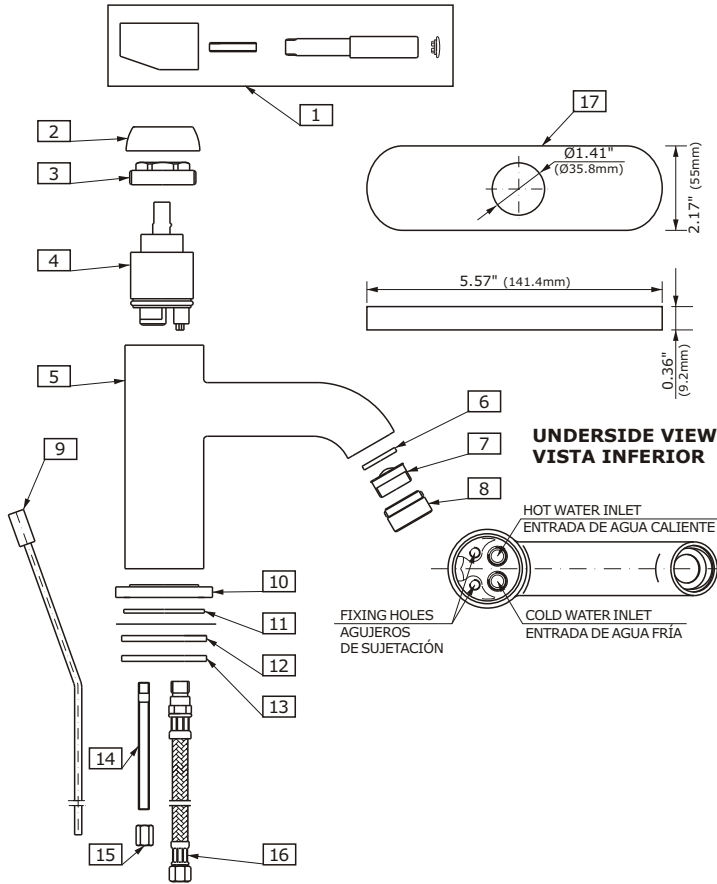

FIG. 1
See fig. 1
- ➔ Screw the flexible supply hoses (16) into proper holes (see fig.1). Screw the stud bolts (14) into small holes.
- ➔ Position base seal (11) in underside cavity of spout base (10). Be sure seal is fully seated in groove.
- ➔ Place spout base (10) and center over side hole of mounting surface1).
- ➔ Insert the lift rod (9) into the groove of the body of faucet (5).
- ➔ Insert the faucet with the lift rod (9) into the fitting hole of the sink. Position faucet onto the spout base (10).
- ➔ From underneath the sink place rubber washer (12), metal washer (13) on the stud bolts (14), then screw on the mounting nuts (15) onto stud bolts and hand-tighten.
- ➔ Make sure that the faucet is proper position on the sink. Tighten the mounting nuts (15) using adjustable wrench.
Vea fig. 1
- ➔ Entornille la manguera flexible suministrada (16) dentro de los agujeros apropiados (vea fig.1). Atornille los tornillos (14) en los agujeros pequeños.
- ➔ Coloque la empaquetadura de la base (11) en cavidad del superficie inferior de la base del grifo (10). Asegurese de que la empaquetadura este bien situada en la hendidura.
- ➔ Coloque la base del grifo (10) y centre en el agujero lateral de la superficie de montaje1).
- ➔ Inserte la varilla (9) dentro de la hendidura del cuerpo del grifo (5).
- ➔ Inserte el grifo con la varilla (9) dentro del agujero del lavatorio. Posicione el grifo dentro de la base del grifo (10).
- ➔ Por debajo del lavatorio, coloque la arandela de goma (12), arandela de metal (13) en los tornillos (14). Entonces atornille la tuerca de montaje (15) en el tornillo y ajuste.
- ➔ Asegurese de que el grifo se encuentra en la posición apropiada en el lavatorio. Ajuste las tuercas de montaje (15) usando la llave ajustable.
- ➔ Pay attention to align the drain body (**9**) so that the horizontal hole of drain body will be in the same plane as a lift rod (**9 fig.1**). Tighten drain body (**9**) onto drain collar (**3**) and tighten the flanged nut (**7**).
- ➔ Insert lift rod (**9 fig.1**) down through hole in the body of faucet (**5 fig.1**) and top of lift rod strap (**14**). Adjust to proper height and tighten screw (**16**).
- ➔ Preste atención en alinear el cuerpo del drenaje (**9**) de modo que el agujero horizontal del cuerpo del drenaje esté en el mismo plano que la varilla elevadora (**fig.1, elem. 9**). Apriete el cuerpo del drenaje (**9**) sobre el collar del drenaje (**3**) y apriete la tuerca de montaje (**7**).
- ➔ Inserte la varilla elevadora (**fig.1, elem. 9**) por el agujero en el cuerpo del grifo (**fig. 1, elem.5**) y inserte el plato de ajustamiento (**14**). Ajuste a la altura apropiada y apriete el tornillo (**16**).
➔ Connect flexible hoses (see fig. 1, item 16) to the inlet valves of water supply lines. Use adjustable wrench when tightening. Do not overtighten.
➔ Conecte las mangueras flexible (vea fig. 1, elem 16) a las líneas de fuente de entrada de agua. Use la llave ajustable cuando este ajustando las piezas. No ajuste demasiado.
See fig.1
Vea fig.1